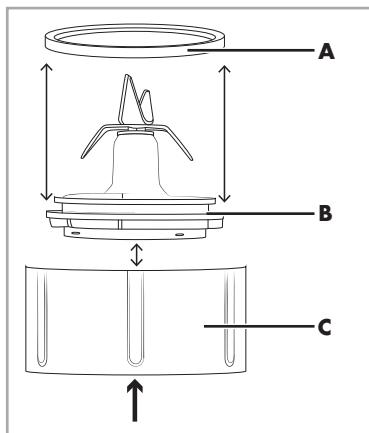

Fig.1: Knivholderen ④
- Tør basisdelen ⑤ af med en fugtig klud. Hvis snavset sidder meget fast, kan du komme lidt mildt opvaskemiddel på kluden. Tør rester af opvaskemiddel af med en klud, der er fugtet med rent vand.
- Skil knivholderen ④ ad for grundig rengøring (se fig. 1):